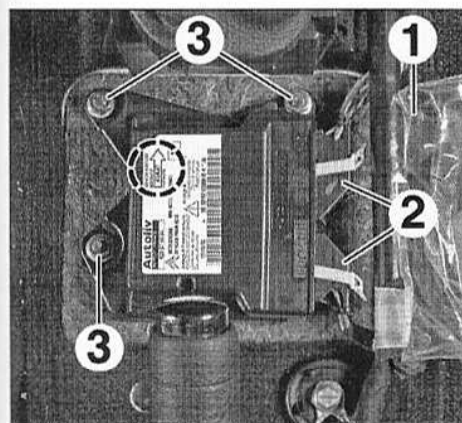

FIG.23
- Dégager la protection plastique (1) (Fig.23).
- Débrancher les connecteurs (2).
- les écrous (3),